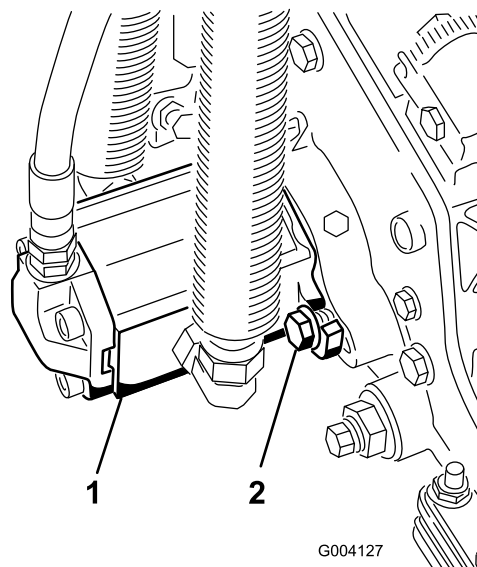

Figura 20
17. Instale el motor girándolo en el sentido de las agujas del reloj de modo que las bridas del motor no choquen con los pernos (Figura 20).